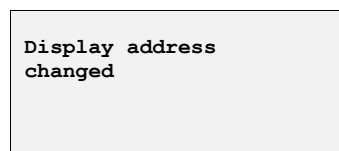

Рис. 12
- С помощью клавиш **ВВЕРХ** и **ВНИЗ** выберите нужное значение и нажмите **ВВОД** для подтверждения. Если выбранное значение отличается от заданного ранее, появится экран, показанный на рис. 12, а новое значение будет сохранено в постоянной памяти терминала.